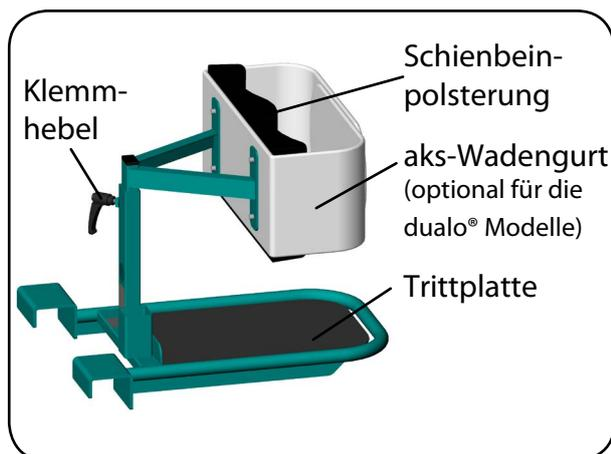
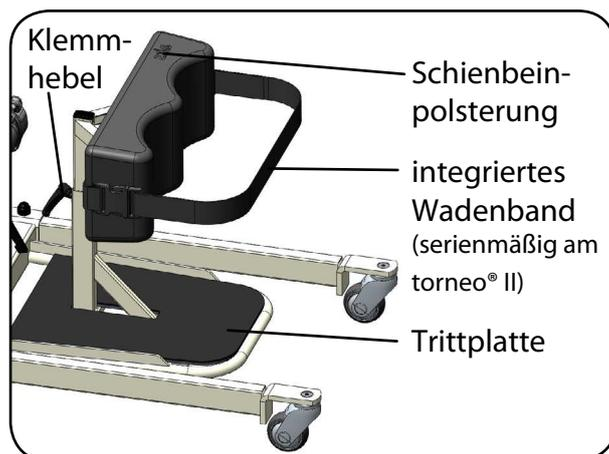

Abb. 8.2.03 – Tritt Brett am dualo® mit Schienbeinstütze und montierten aks-Wadengurt
Abb. 8.2.04 – Tritt Brett am torneo® II mit Schienbeinstütze und integrierten Wadenband
11. Positionieren Sie die beiden Füße des Patienten auf dem Tritt Brett (Abb. 8.2.03 bzw. Abb. 8.2.04). Achten Sie darauf, dass die Füße des Patienten bequem und ganzflächig auf dem Tritt Brett stehen. Fahren Sie, wenn nötig, den aks-Aktivlifter dichter an den Patienten heran.
12. Lösen Sie den Klemmhebel an der Schienbeinstütze (Abb. 8.2.03 bzw. Abb. 8.2.04) und stellen Sie eine, für den Patienten geeignete, Höhe ein.